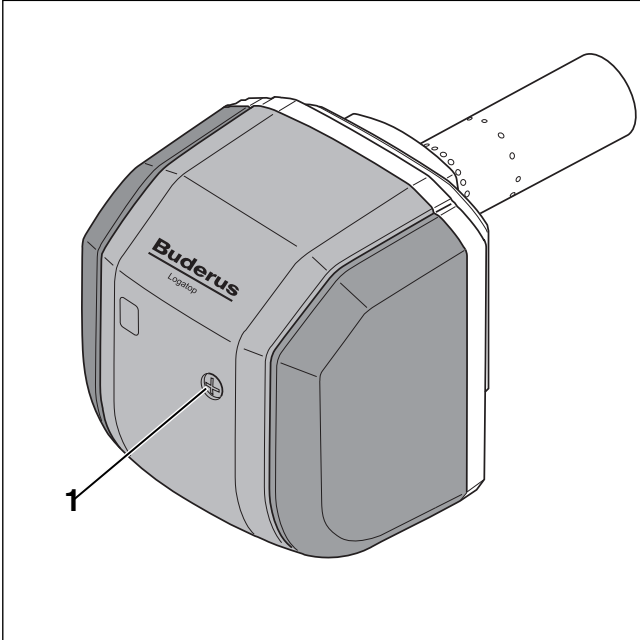

Bild 58 Brennerhaube aufsetzen und verschrauben
- ▶ Befestigungsschraube (→ Bild 58, [1]) der Brennerhaube anziehen.